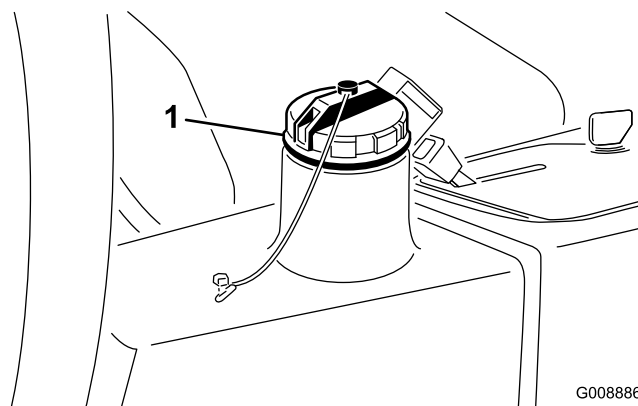

Figura 25
2. Limpie la zona alrededor del cuello de llenado y el tapón del depósito hidráulico (Figura 25). Retire el tapón.